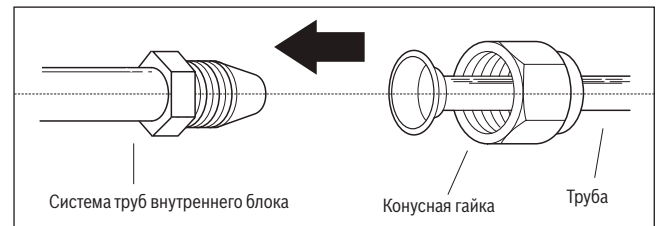

Рис. 33.
1. Выровняйте две трубы, которые необходимо подключить. См. рис. 33.